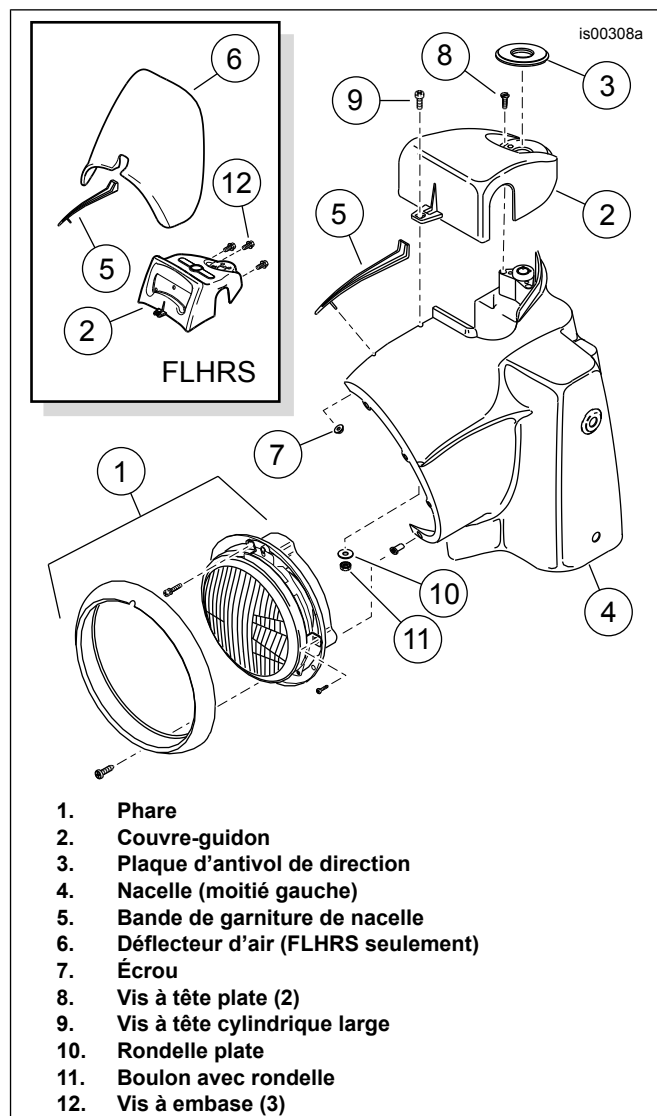

Figure 3. Nacelle, phare et couvre-guidon (FLHR illustré)
14. **Pour TOUS les modèles** : Consulter Figure 3 . Accéder à l'intérieur de la nacelle du phare (4), retirer l'écrou à embase (7) pour libérer la bande de garniture (5) au dessus de la nacelle.